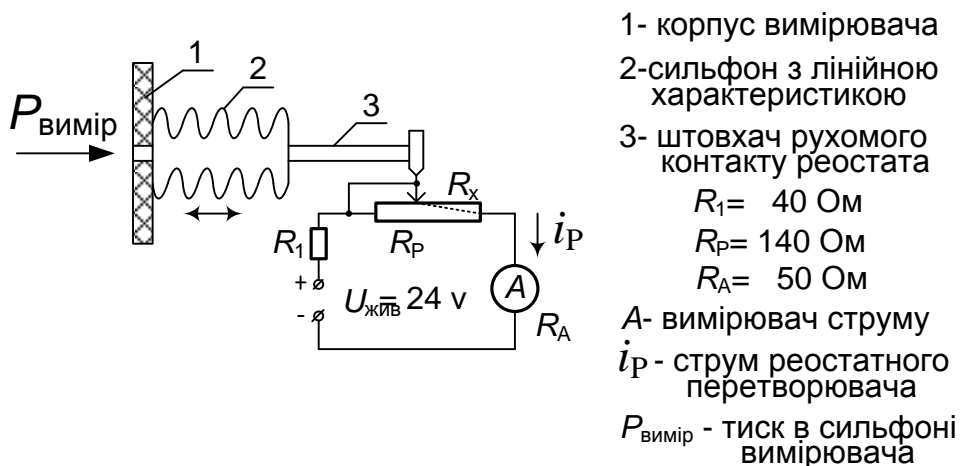

Рис. 1.1 Схема і дані вимірювача тиску з сільфоном та реостатним перетворювачем значень вимірюваних тисків у струмовий сигнал.
1.1	Аналіз роботи принципової електричної схеми наведеної на рис. 1-1.
1.2	Апроксимація залежності $R_x = f(P_{\text{вимір}})$ і розрахунки значень параметрів по даних, які записані на схемі рис.1-1
**Задача № 1.** Для вимірювача тиску (рис. 1.1) з лінійним сільфоном та реостатним перетворювачем значень вимірюваних тисків у струмовий сигнал потрібно виконати наступне:
**1.1** По схемі рис. 1.1 проаналізуйте роботу вимірювача тиску при збільшенні і зменшенні вимірюваних тисків від 0 до 10 кг/см2;
**1.2** Визначить для вимірювача тиску (рис. 1.1) статичну характеристику  $i_p = f(P_{\text{вимір}})$ , тобто залежність струму реостатної схеми від вимірюваних тисків від 0 до 10 кг/см2, якщо при  $P_{\text{вимір}} = 0$  кг/см2 значення  $R_x$  дорівнює 130 Ом та при  $P_{\text{вимір}} = 10$  кг/см2 значення  $R_x$  дорівнює 20 Ом;
**1.4** По даним таблиці № 1.1 побудуйте графіки: залежності  $R_x = f_1(P_{\text{вимір}})$  та статичної характеристики  $i_p = f(P_{\text{вимір}})$  вимірювача тиску (рис. 1.1) з лінійним сільфоном та реостатним перетворювачем.